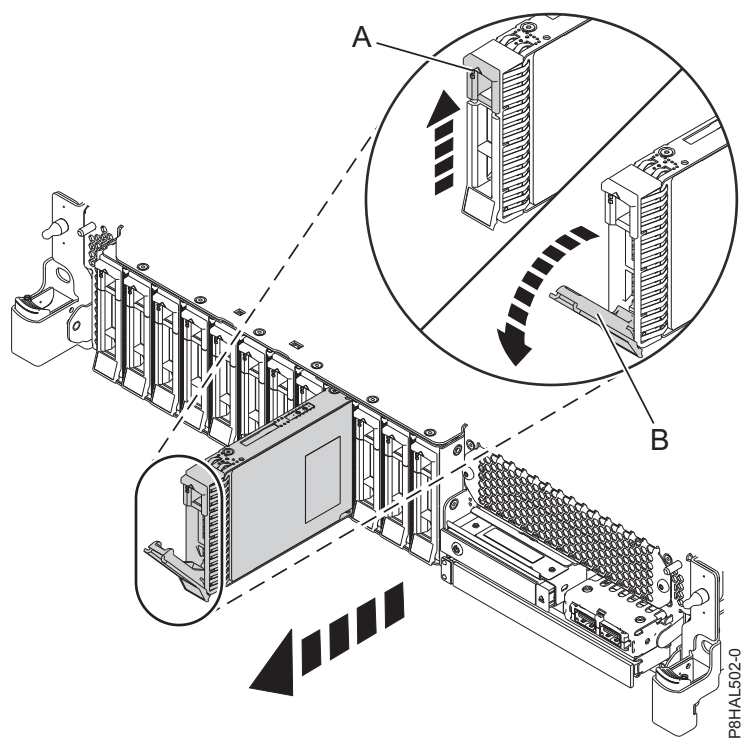
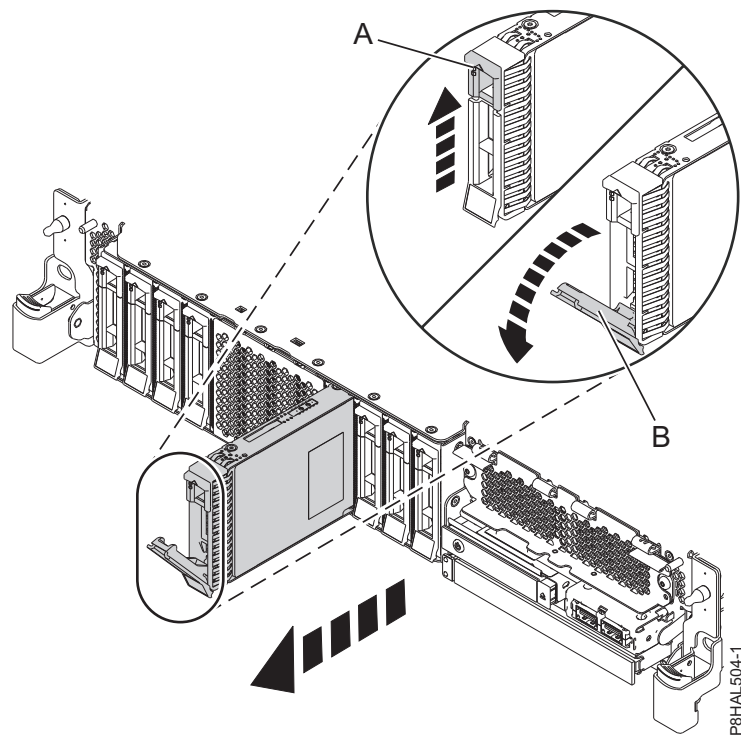

Figura 40. Extracció d'una unitat de disc d'un sistema de funció bàsica
Figura 41. Extracció d'una unitat de disc d'un sistema de funció expandida
3. Desbloquegeu la nansa de la unitat **(B)** fent pressió al pestell de la nansa **(A)** i estirant-lo cap a vosaltres, tal com es mostra a Figura 40 a la pàgina 44 i Figura 41 a la pàgina 44. Si la nansa encara no ha sortit del tot, la unitat d'estat sòlid no podrà lliscar fora del sistema.